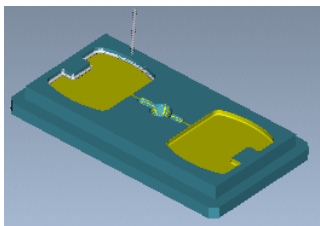

图 10.4.73 动态仿真
Step1. 在“轮廓铣削”操控板中，单击按钮，系统弹出“VERICUT 7.1.5 by CGTech”窗口，单击按钮，运行结果如图 10.4.73 所示。